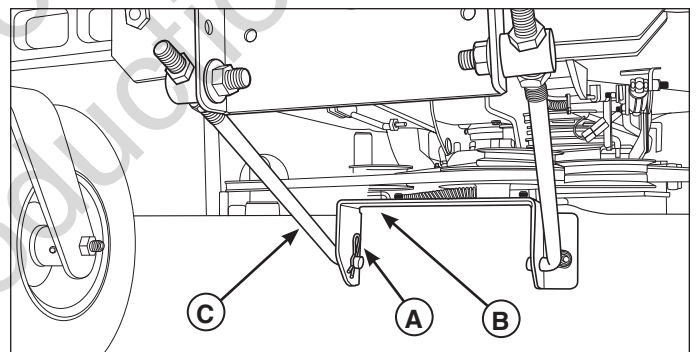

Figura 20. Componentes del elevador delantero de la cubierta (Se muestra el lado derecho; el izquierdo es igual)
5. Quite las horquillas y arandelas (A, Figura 20) que sujetan el soporte delantero de la cubierta del cortacésped (B) a las varillas de elevación delanteras (C), y, tirando, retire las varillas de los orificios en los soportes. Guarde todos los herrajes extraídos.
4. Inserte las varillas de elevación delanteras (C, Figura 20) dentro de los orificios inferiores en el soporte delantero de la cubierta del cortacésped (B), y sujete cada una con una arandela y una horquilla (A).